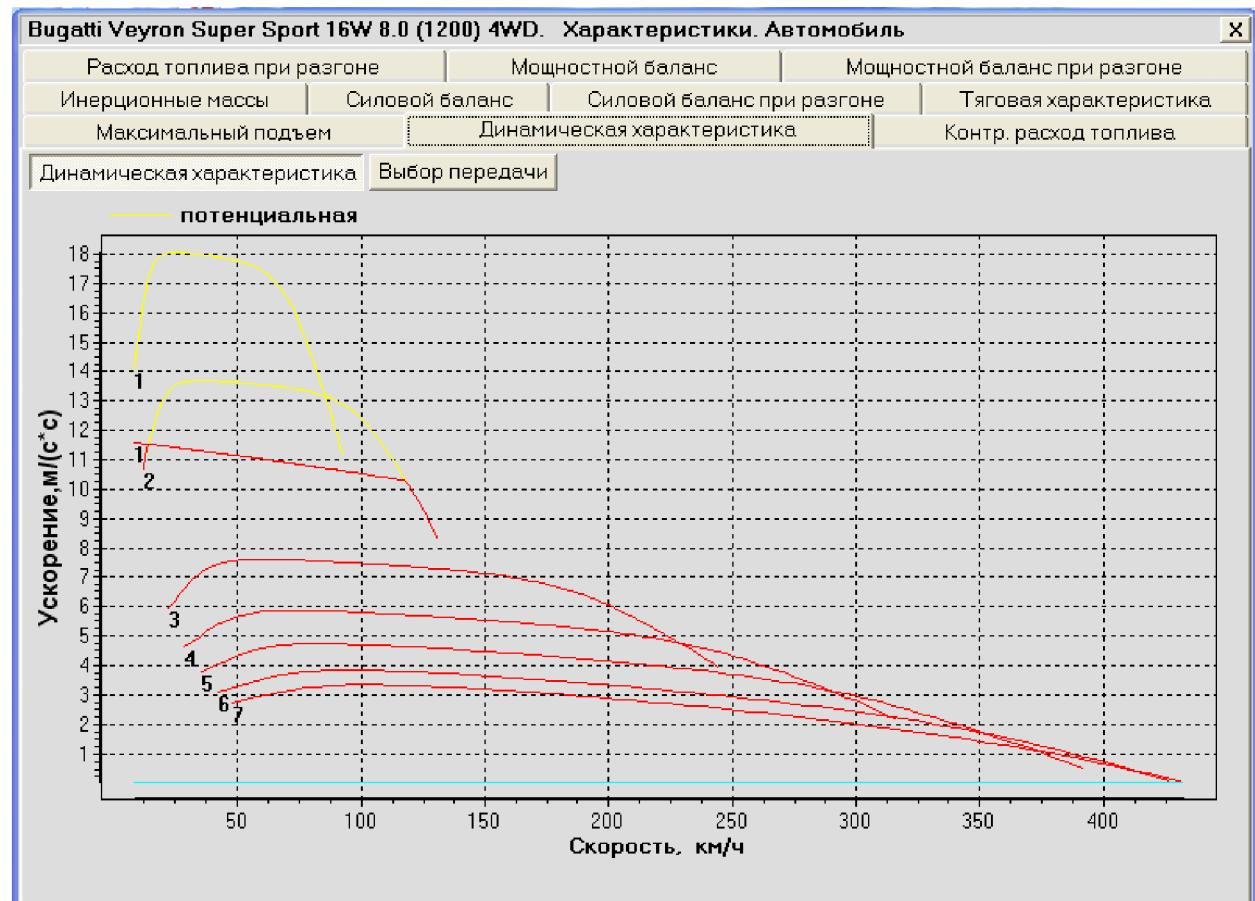

Рис. 6
- чрезмерно большое потенциальное ускорение на первой передаче не может быть реализовано из-за ограничений по сцеплению с дорогой, в связи этим разгон на внешней скоростной характеристике двигателя во всем рабочем диапазоне его оборотов невозможен (см. рис. 6), а как следствие этого первая передача становится бесполезной.